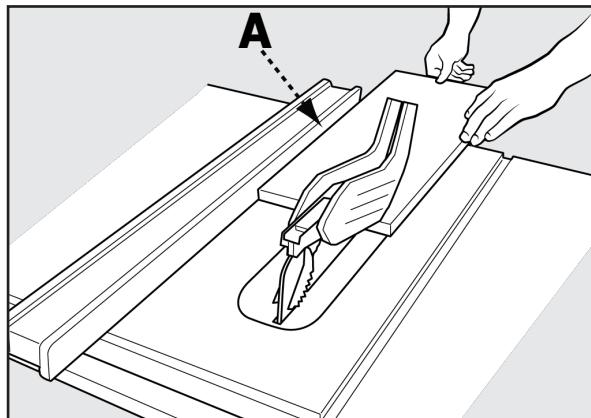

FIGURA 27
8. Sujete la pieza de trabajo horizontalmente sobre la mesa y contra la guía (A). La pieza de trabajo debe tener un borde recto contra la guía y no debe estar deformada, torcida ni doblada. Puede observar la posición correcta de las manos en la Figura 27